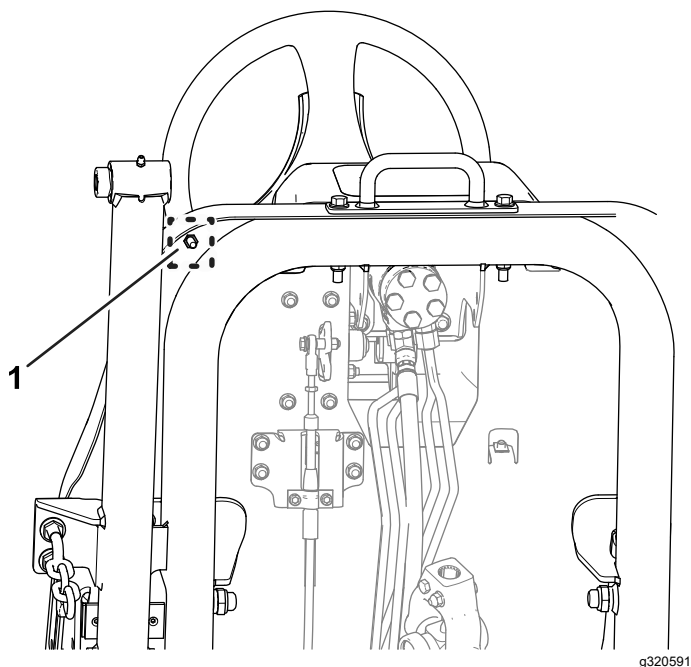

Figura 82
- B. Slăbiți contrapiulița de la partea inferioară a plăcii suportului pentru picioare (Figura 82).
- F. În timp ce susinei opritorul pedalei de traciune, strângeți contrapiulia de la partea inferioară a plăcii suportului pentru picioare (Figura 81 i Figura 82) la un cuplu de 37 - 45 N·m.